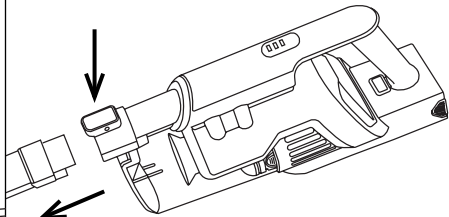

Fig 5
- El aspirador de mano o el tubo de extensión está diseñado de tal forma que permite la inserción de los siguientes accesorios: (use la combinación que más se ajuste a sus necesidades). (Fig.5).